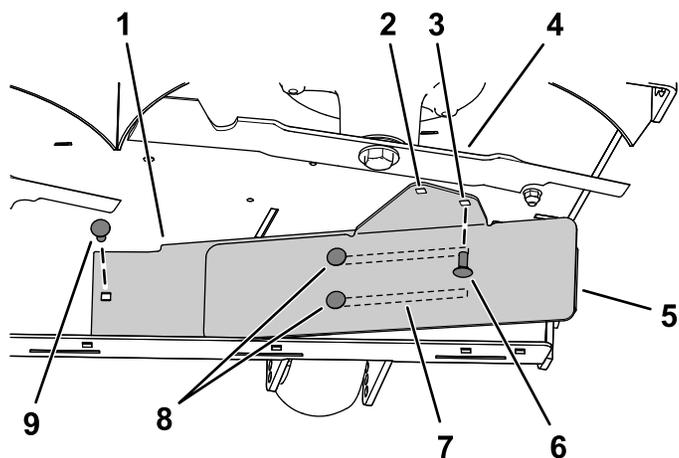

Figura 9
3. Instale o lado esquerdo do abafador utilizando um parafuso de carroçaria ($\frac{5}{16} \times \frac{3}{4}$ pol.) e porca flangeada ($\frac{5}{16}$ pol.), como se mostra na Figura 9.
4. Utilize os dois parafusos de carroçaria ($\frac{5}{16} \times \frac{3}{4}$ pol.) nas ranhuras do abafador e deslize o abafador até que o furo alinhe com o furo na plataforma do cortador (Figura 9).
5. Instale o abafador como se mostra na Figura 9.
Importante: Certifique-se de que utiliza o furo certo para o abafador; consulte Figura 9.
6. Aperte os dois parafusos de carroçaria ($\frac{5}{16} \times \frac{3}{4}$ pol.) nas ranhuras do abafador (Figura 9).